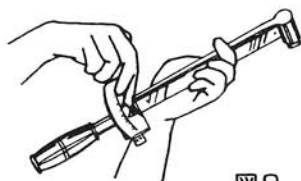

図9
- ① 置針のつまみネジを緩め、置針と指針を接触させ、ランプ点灯を確認して下さい。(図9)